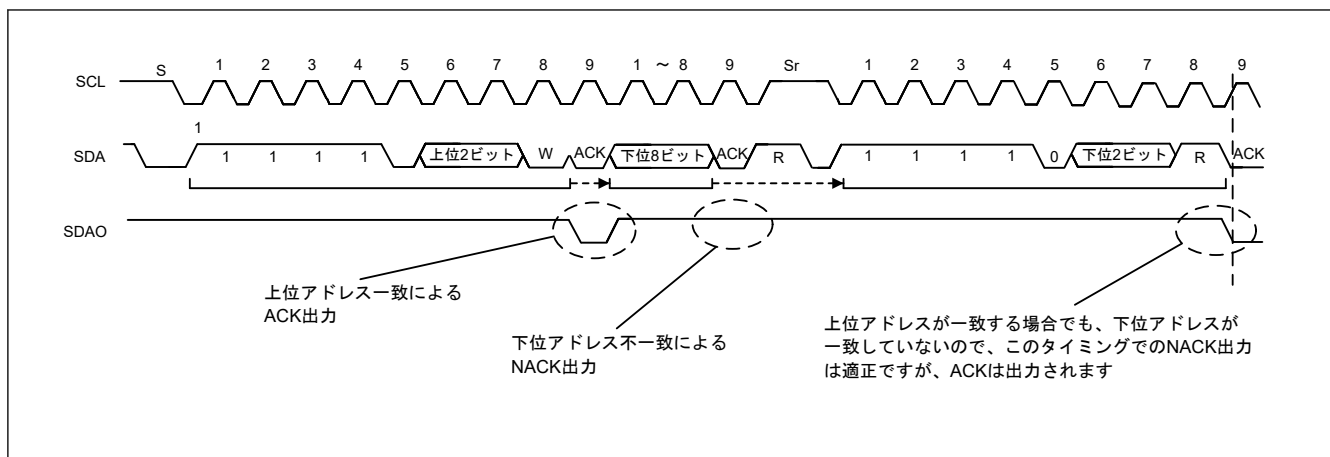

図 25.31 スレーブ送信 (10 ビットアドレスフォーマット)
- 回避策：本モジュールに割り当てられた 10 ビットアドレスの上位 2 ビットを、他のスレーブと異なる値に設定してください。アドレスが使い果たされて異なる値に設定できない場合、制限 (1) を適用してください。
- 制限 (1)：10 ビットアドレスを使用しません。
- 制限 (2)：図 25.31 における最終 ACK 応答後に、スレーブはデータに応答しません。よって、SDA は High レベルを維持し、I²C マスタは 0xFF データを受信します。0xFF を異常データとして処理可能なシステムでは、I²C マスタ側で 0xFF が読み出され、破棄されます。0xFF が有効データの場合、制限 (1) が適用されます。